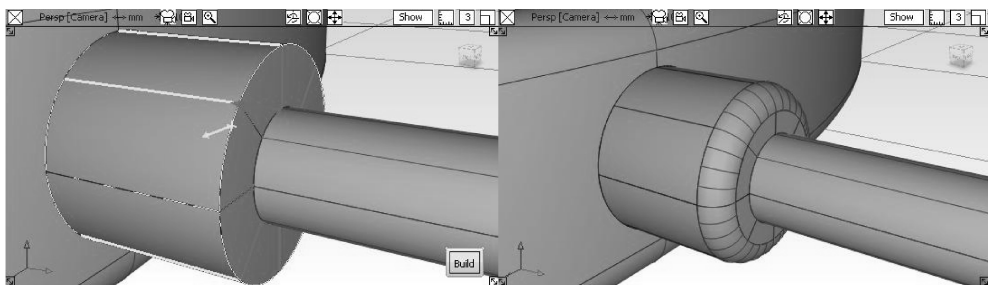

图 5-80 创建圆角过渡曲面
- 26 选择【Surface fillet】工具，采用同样的方法，为连接处的圆柱体侧面与底面的边缘创建圆角过渡曲面，着色显示，如图 5-80 所示。